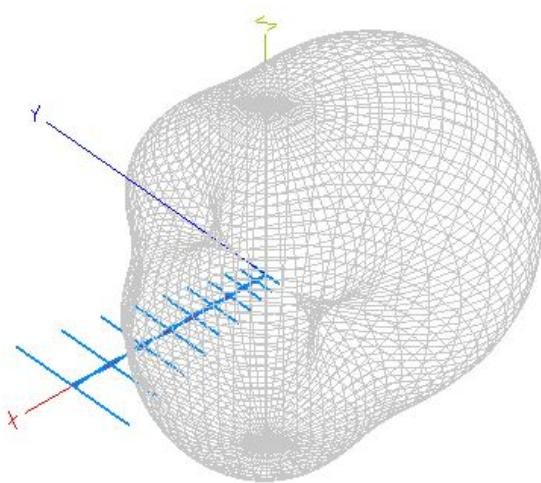

Figura 9: Visualización del patrón de radiación en 3D.
11. Una vez extraídos las vistas de campo E-H, puede ver como se da la propagación en un modelo 3D, para ello en la misma pestaña de **Diagrama de Campo Lejano** al inferior se encuentra un botón llamado **3D FF** al ingresar podrá ver una ventana interactiva donde podrá visualizar el patrón de radiación en 3D, dicha ventana se muestra en la figura 9.